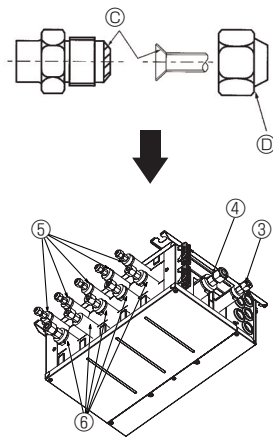

Fig. 7-2
- Ⓒ Applicare olio per refrigerazione sull'intera superficie (Fig. 7-2) della sede svasata.